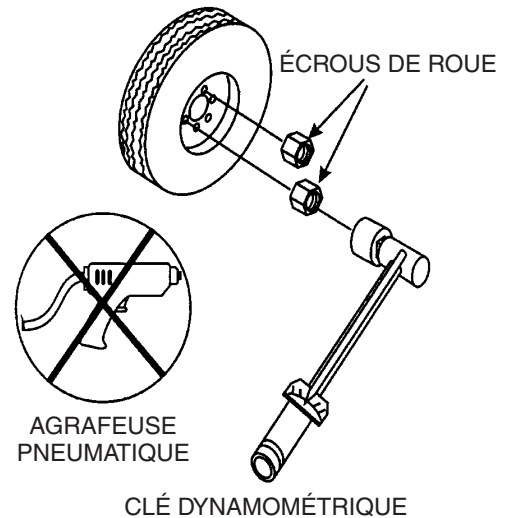

Figure 62. Écrous de roue
12. **Les écrous de roue** — Utilisés pour fixer la roue au moyeu de la roue. Toujours utiliser une clé dynamométrique pour serrer les écrous de roue. Voir Tableau 18 et Figure 62 pour le serrage de l'écrou et la séquence.
2. Serrer tous les écrous de roue dans l'ordre (voir Figure 62). **NE PAS** serrer les écrous de roue complètement. Serrer chaque écrou de roue en 3 passes distinctes tel que défini par Tableau 18.